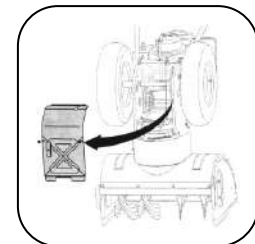

Figure 21
2. Faites pivoter la souffleuse à neige avec précaution vers le haut et le bas pour qu'elle repose sur le carter des fraises. Retirez le capot du dessous de la souffleuse en enlevant quatre vis autotaraudeuses qui la fixent. Voir la figure 21.